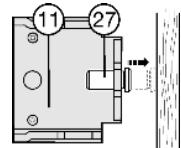

Fig. 14
- Die Stellschraube Fig. 14 (27) im Lagerbock Mitte Fig. 14 (11) auf Anschlag mit der Möbelseitenwand bringen.